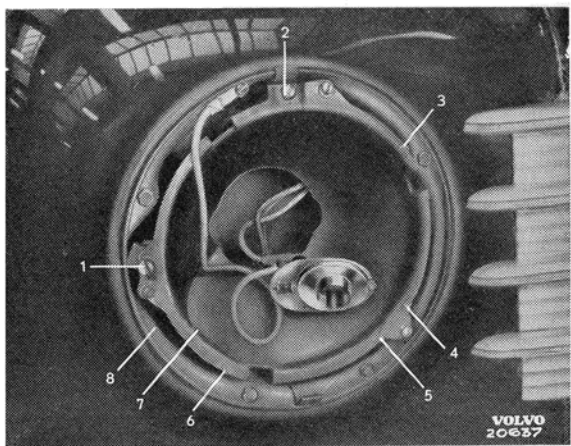

Bild 16. Tidigare utf.
- Lossa skruvarna, (1 och 2 bild 16 och 17), för strålkastarens inställning 8—10 varv. Kroka av fjädrarna (3—6) från glidkåpan (7). Lyft bort glidkåpan från skyddskåpan (8).